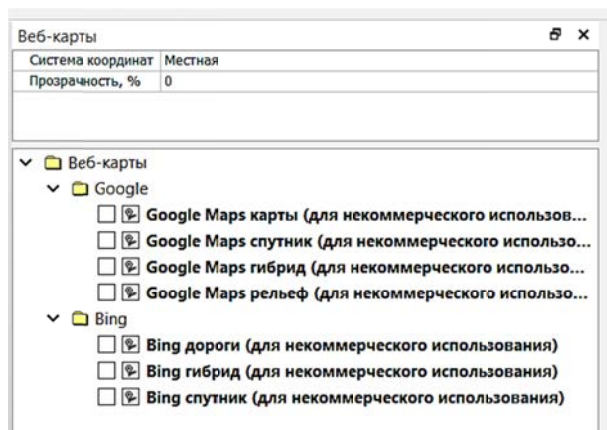

Рис. 7.2. Панель Веб-карты
1. С помощью команды РАБОЧАЯ СРЕДА – ПАНЕЛИ настроить отображение паркуемой панели **Веб-карты** (рис. 7.2).